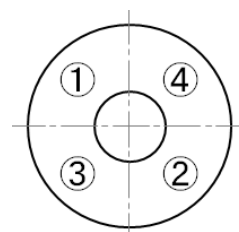

図2. フランジへの接続
- ① 本製品の防塵カバーを取り外し、流路内の異物を取り除く。
- ② 配管内を清掃し、異物を取り除く。
- ③ 配管接続部、およびガスケットにキズや異物の付着が無いことを確認する。
- ④ ガスケットを装着し、本製品を配管に仮止めする。
- ⑤ ボルト、ナットを締める。
- ・ フランジへの接続では、対向するボルト、ナットを手で締め、その後、複数回に分けて工具で締め込んでください（参考：図2）。